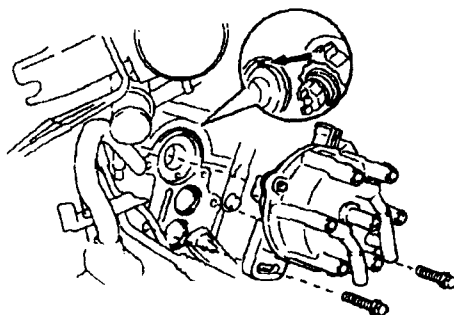

图 6 安装分电器——3VZ-FE 发动机
10) 装入分电器,并使分电器盖壳体与分电器安装轴承盖切口标志对齐(见图 6)。旋紧压板螺栓,力矩应为 $18\text{N} \cdot \text{m}$ 。